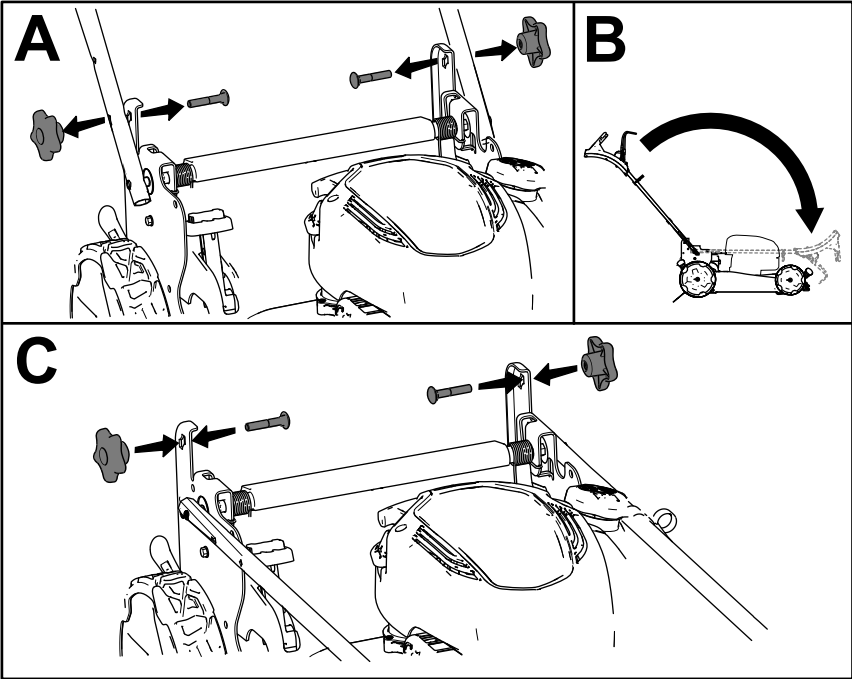

Figure 18
1. Retirez et conservez les 2 boutons et les 2 boulons de carrosserie des supports du guidon (A de Figure 18).
2. Repliez le guidon en le faisant pivoter en avant (B de Figure 18).
3. Montez et serrez légèrement les boutons et les boulons de carrosserie sur les supports du guidon (C de Figure 18).